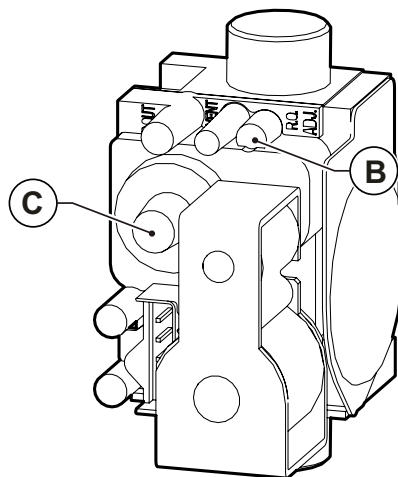

Fig. 45 Reglare valoare dioxid de carbon
- Reglați valoarea dioxidului de carbon (CO₂) din gazele arse, rotind regulatorul de raport **B** (vezi Fig. 45 Reglare valoare dioxid de carbon) și asigurați-vă că reintră în limitele din Tab. 26 Valori ale CO₂ în gazele arse. Lăsați centrala în modul curățare și treceți la pasul următor de reglare la puterea minimă.
- Reglați valoarea dioxidului de carbon (CO₂) din gazele arse, rotind regulatorul **C** (vezi Fig. 45 Reglare valoare dioxid de carbon) și asigurați-vă că reintră în limitele din Tab. 26 Valori ale CO₂ în gazele arse.